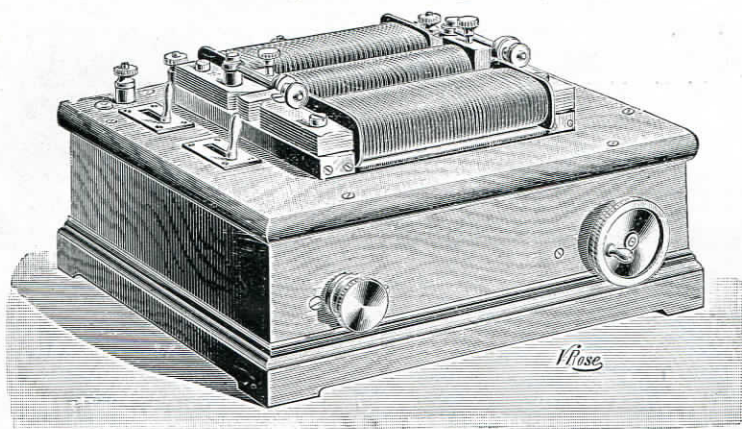

FIG. 55.
**Perméamètre Picou** pour la mesure de la perméabilité des échantillons dans des champs inférieurs à 100 gauss (*figure 55*)..... 600. »